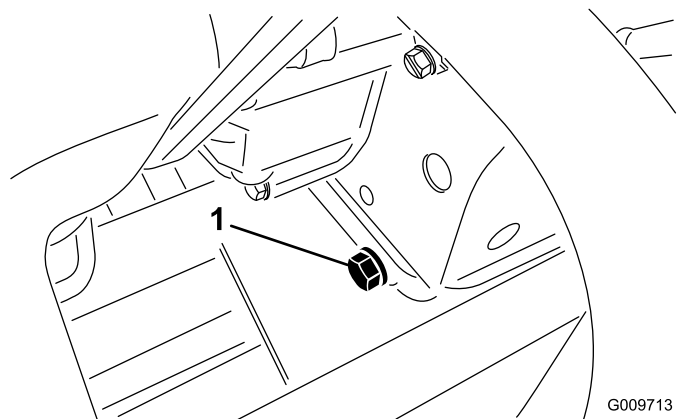

Figura 53
2. Retire el tapón de vaciado (Figura 53) y deje fluir el aceite a un recipiente apropiado.